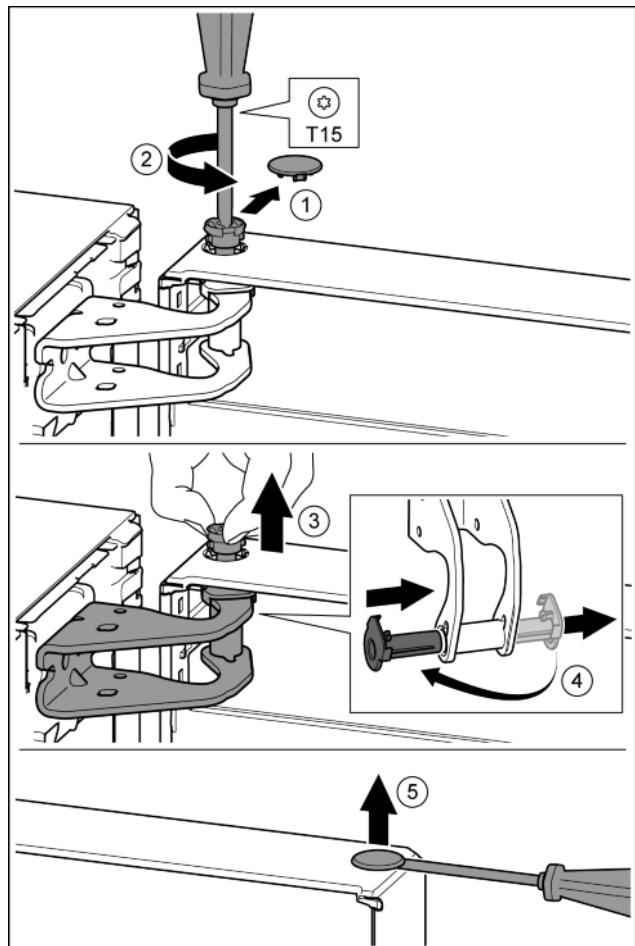

Fig. 10
- Oprezno skinite sigurnosni pokrov. Fig. 10 (1)
- Odvijačem T15 malo odvijte svornjak. Fig. 10 (2)
- Čvrsto držite vrata i prstima izvucite svornjak. Fig. 10 (3)
- Izvucite čahuru ležaja iz vodilice. Umetnute s druge strane i pustite da uskoči. Fig. 10 (4)
- Odvijačem s ravnom glavom oprezno podignite čep iz čahure ležaja vrata i izvucite ga. Fig. 10 (5)